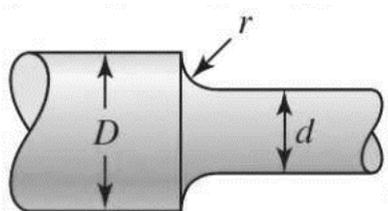
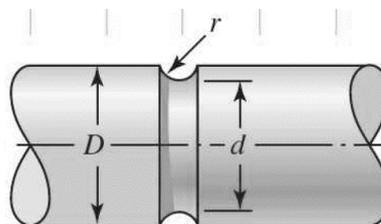

Figura 2.1
Figura 2.2
2.1.1 Os dois veios da Figura 2.1. e da Figura 2.2 são feito de um Aço AISI 1020 laminado a frio. Os veios estão sujeitos aos seguintes carregamentos sincronizados: